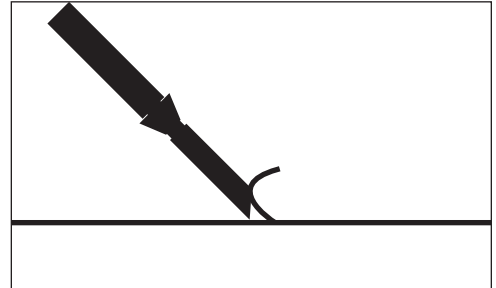
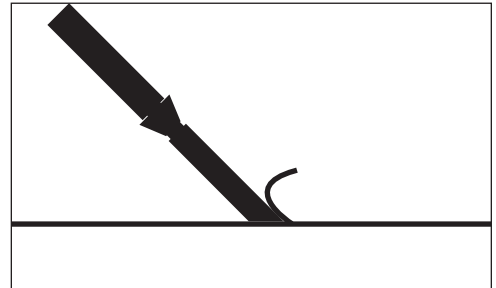

ABB. 4
ABB. 5
- Im Normalfall ist die Schrägseite der Klinge bei Arbeiten an Beton nach oben gerichtet (Abb. 4). Bei Arbeiten an Holz muss sie nach unten gerichtet sein (Abb. 5).